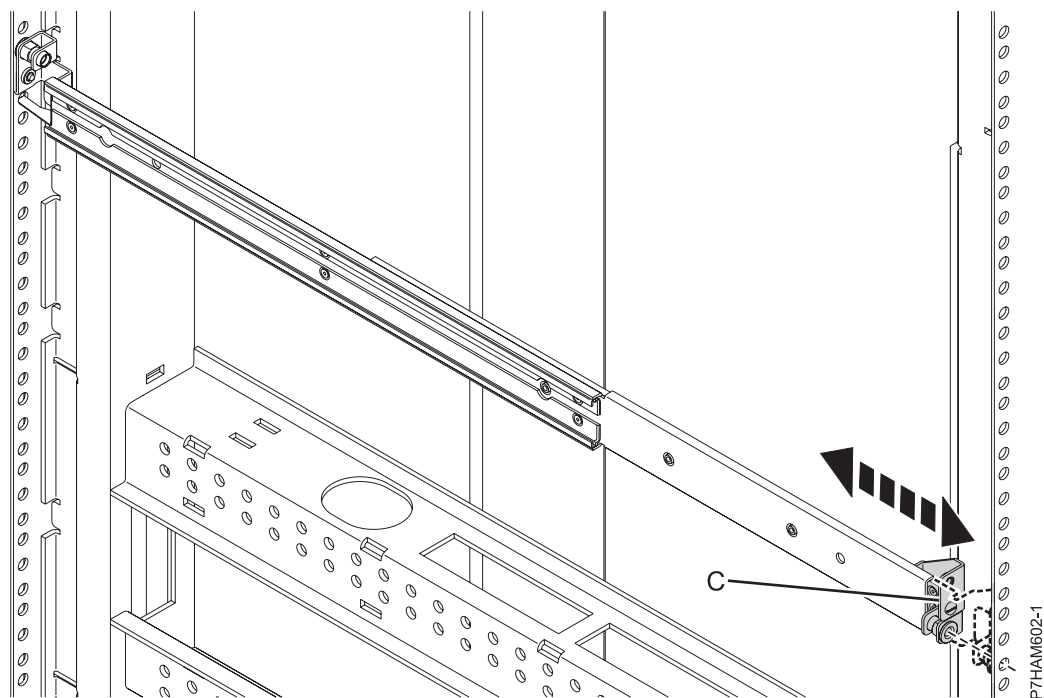

Figure 9. Extension de la glissière vers l'arrière de l'armoire
- d. A l'arrière de l'armoire, repérez les deux marques faites précédemment sur les bandes EIA. Comprimez la glissière (C) comme sur la figure 9, à la page 11, puis laissez-la se détendre progressivement vers les marques jusqu'à ce qu'elle touche la cornière arrière de l'armoire.